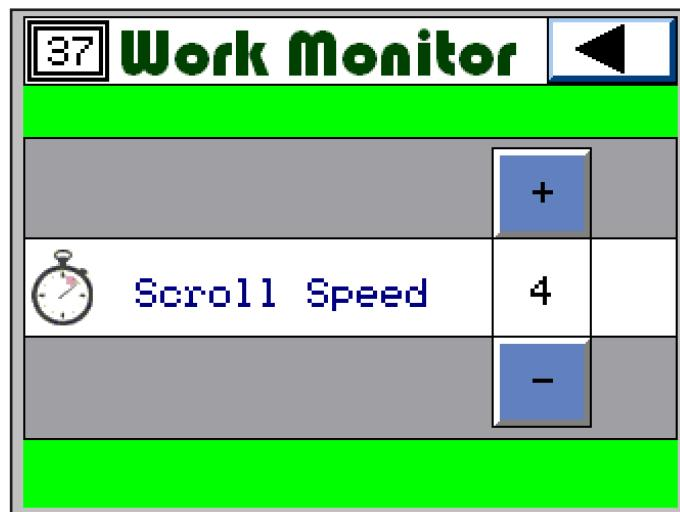

Fig. 5
Tenendo premuto il pulsante (B) per alcuni secondi si accede alla pagina per la regolazione della velocità di scorrimento (Fig. 5), più è basso il valore più sarà veloce lo scorrimento delle file [min. 1 - max. 9].
Press the (B) button for a few seconds to enter the Scroll speed setup page (Fig. 5): the lower the number is, the faster will be the scroll speed [min. 1 - max. 9].
Appuyez le bouton (**B**) pour quelques instants pour régler la vitesse d'holement (**Fig. 5**), plus le valeur est bas, plus l'holement des rangs est vite [min. 1 - max. 9].
Manteniendo pulsado el botón (**B**) durante algunos segundos se accede a la página para la regulación de la velocidad de desplazamiento (**Fig. 5**), cuanto más bajo sea el valor, más rápido será el deslizamiento de las hileras [mín.1 - máx. 9].